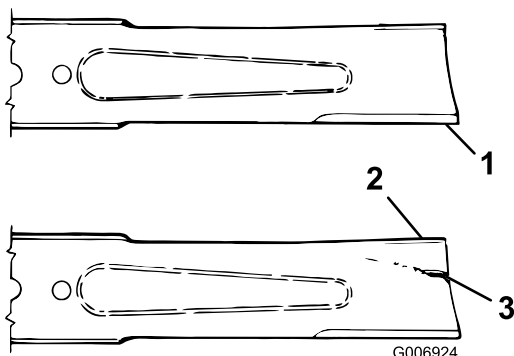

Bild 28
2. Untersuchen Sie die Schnittkanten (Bild 28). Bauen Sie die Schnittmesser aus und schärfen sie, wenn die Kanten nicht scharf sind oder Kerben aufweisen; siehe Schärfen der Messer“.
3. Prüfen Sie die Schnittmesser, insbesondere den gebogenen Bereich (Bild 28). Wenn Sie Schäden, Verschleiß oder Rillenbildung in diesem Bereich feststellen (Bild 28), sollten Sie sofort ein neues Schnittmesser einbauen.